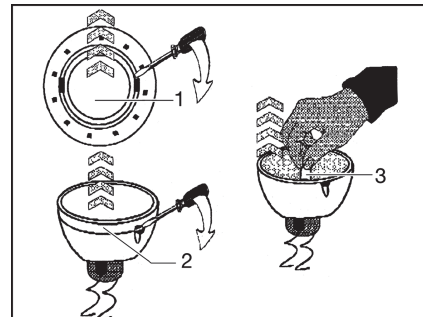

Fig. 174 Cambiar la bombilla halógena
- Soltar el anillo de cubierta interior (Fig. 174,1) de la carcasa con un desatornillador.
- Soltar el anillo de cubierta con la lámina de vidrio (Fig. 174,2) de la parte inferior de la lámpara halógena empotrada utilizando un desatornillador.
- Extraer la bombilla halógena (Fig. 174,3).